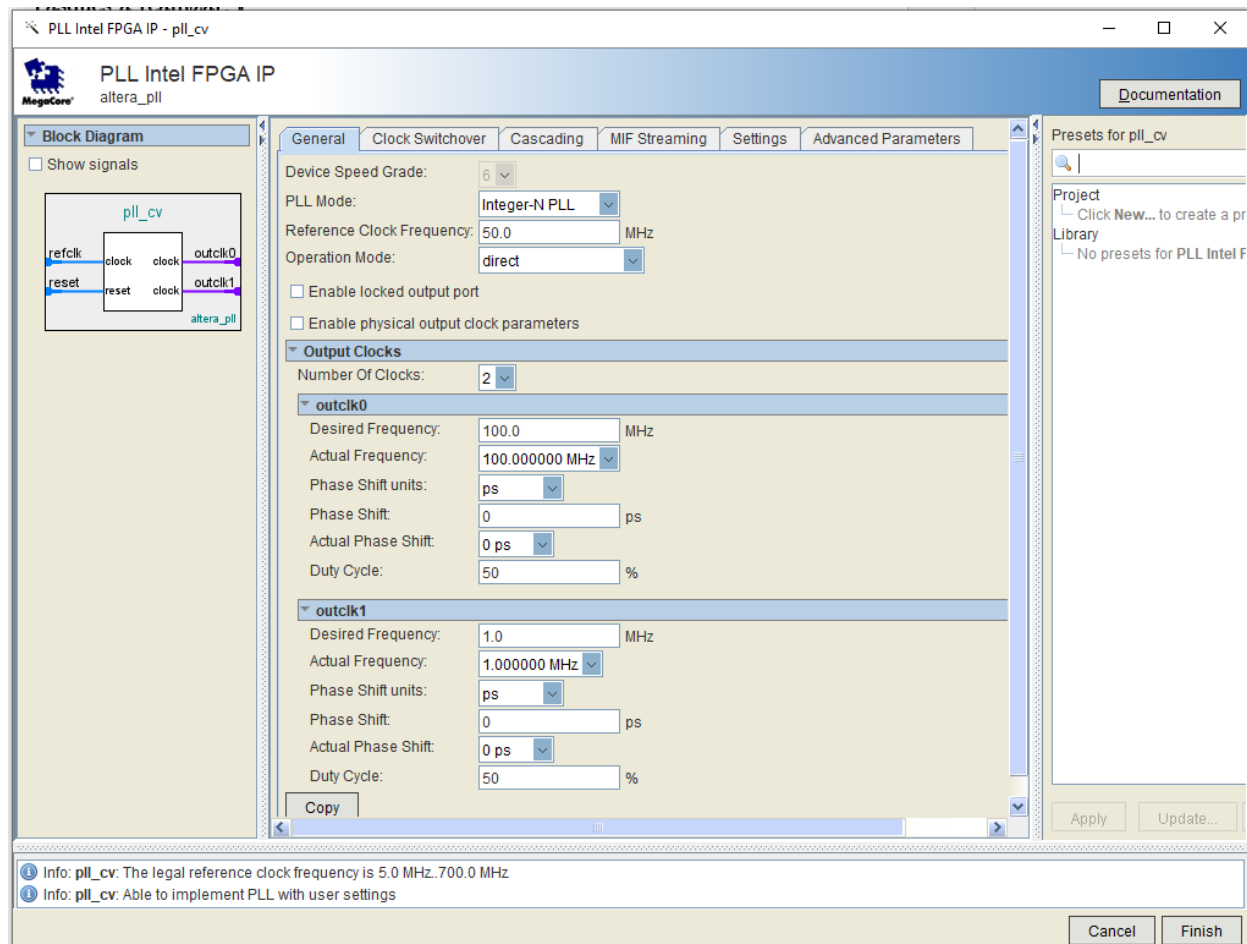

Figura 11 Paràmetres de configuració de la IP del PLL.
- D. Genereu la IP a la carpeta *ips*, amb el nom de *pll\_cv.v*, i configurar-lo com es mostra en la **Figura 11**.